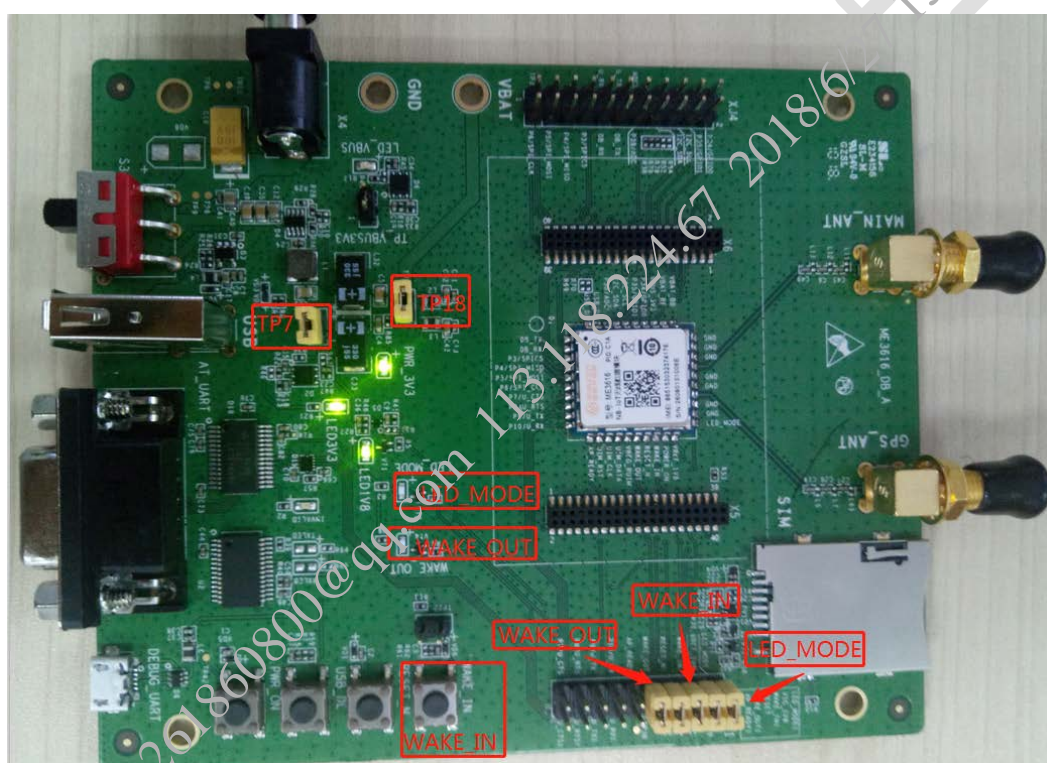

图 3-9 相关指示灯和接口标识
跳线帽连接方式见下图 3-9，模块正常上电开机并成功注网后：
- 1) 跳线帽插入位置及连接如测试串口图 3-9 所示；